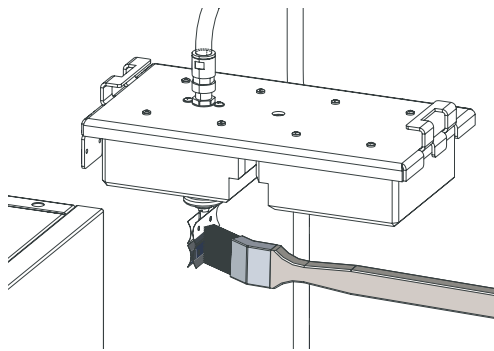

Fig. 67 Elektrode reinigen (nur bei Pelletskessel mit elektrostatischem Staubabscheider)
- ▶ Elektrode mit Pinsel reinigen (nur bei Pelletskessel mit elektrostatischem Staubabscheider) – Fig. 67.